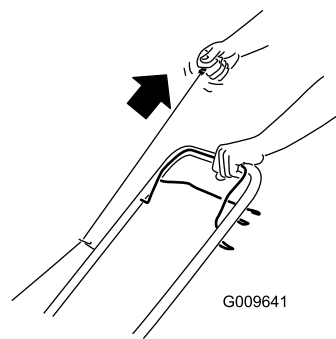

Рисунок 12
3. Потяните пусковую рукоятку с обратным ходом (Рисунок 12).